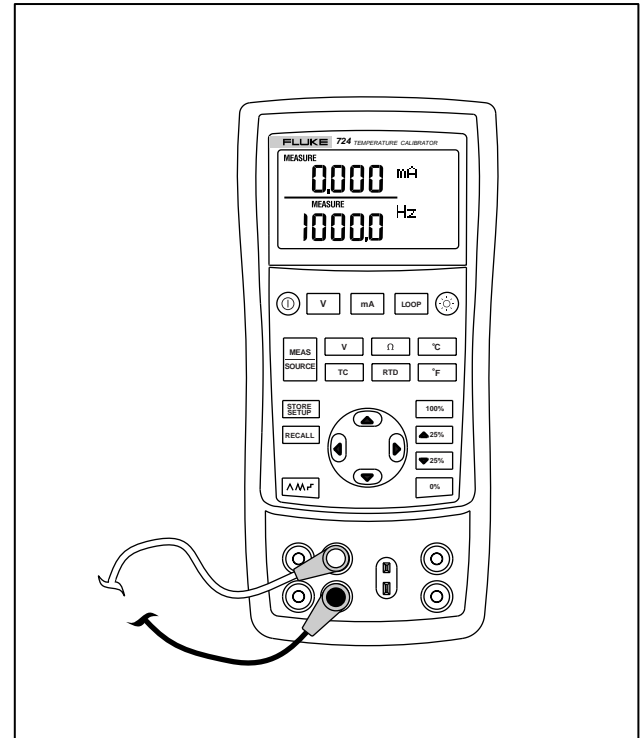

Abbildung 9. Messen elektrischer Parameter
1. Den Kalibrator gemäß Abbildung 9 anschließen.